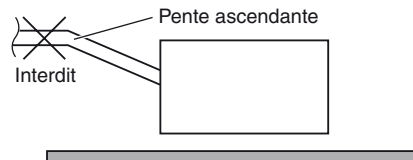

Fig.3-12
- N'installez pas le tube avec une inclinaison ascendante par rapport à l'orifice de connexion. Ceci entraînerait un retour de l'eau de vidange et une fuite lorsque l'unité est arrêtée. (Fig. 3-12)